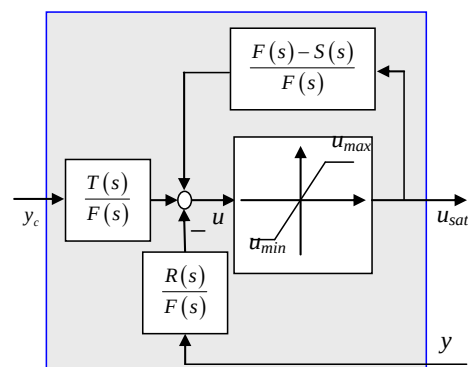

Figure 3 : R,S,T - schéma d'implémentation
5. Simuler, à l'aide de Simulink et du schéma⁵ de la figure 3, le démarrage de la centrale muni du régulateur ainsi conçu. Le scénario considéré est le suivant : échelon de consigne de fréquence de 0 à 50 Hz à $t=0$ s et échelon de charge de 0 à 10 à $t=15$ s.
6. Supposons que la pleine ouverture des vannes ait lieu pour $u=100$. Analyser l'effet de la saturation, appliquée comme indiqué sur le schéma de la figure 3. En quoi ce schéma peut-il être qualifié d'antiemballement ?